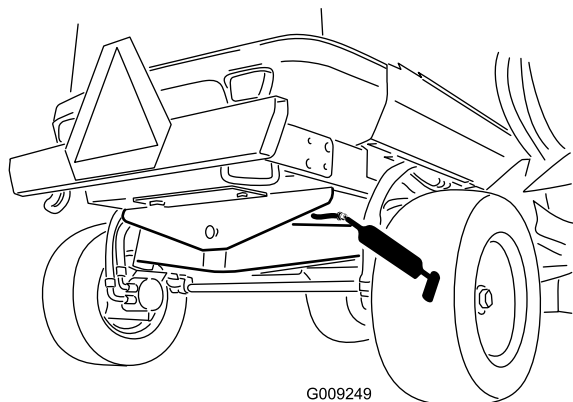

Figure 52
- Bague de pivot d'essieu arrière (1) (Figure 52)